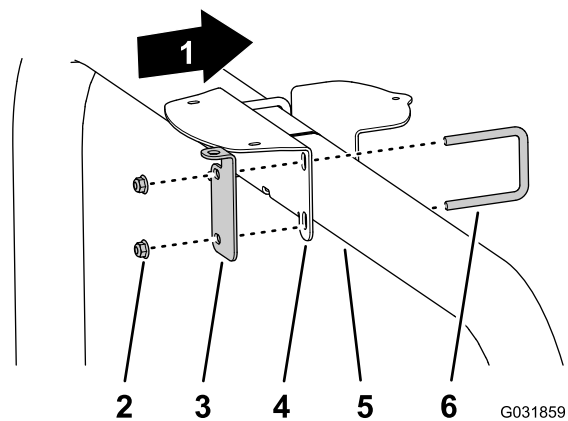

Bild 150
- Wenn die Maschine mit GNSS und dem CDMA- oder GSM-RTK-Berichtungsmodemkit ausgerüstet ist, befestigen Sie die Empfängerbefestigung und die RTK-Antennenhalterung mit den zwei U-Bügeln und vier Sicherungsbundmuttern (3/8") am Überrollschutzrohr (Bild 150).